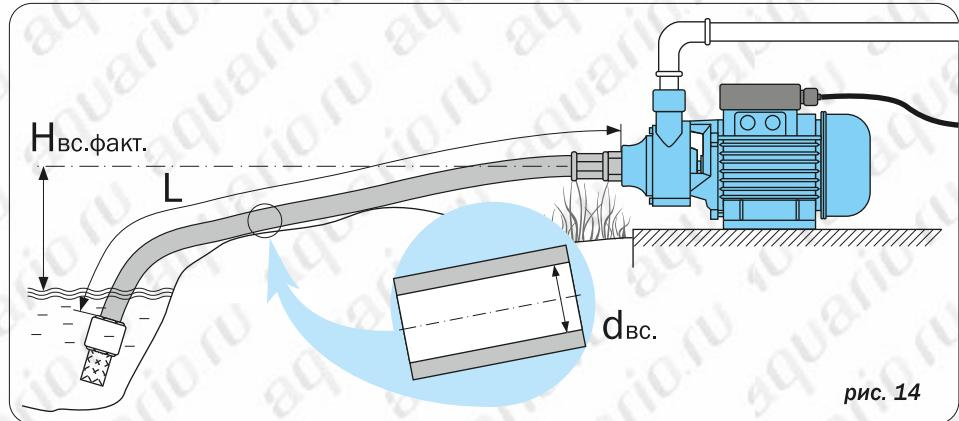

рис. 14
**Ключевые параметры всасывающей магистрали** (рис. 14):
Дано: рис.14    **Hвс.факт. = 5 м**    **L = 25 м**